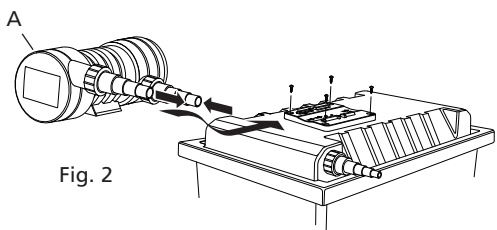
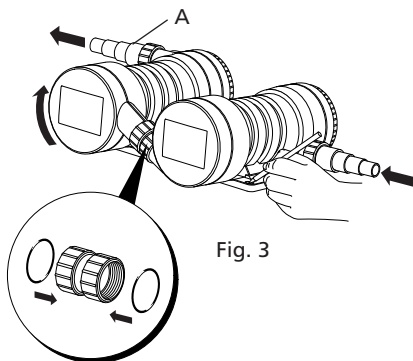

Fig. 2
Fig. 3
- 3.3 Aby zamontować urządzenie należy wpiąć wysuną podstawę z korpusu promiennika. Przy pomocy 4 odpowiednich wkrętów mocujących przysrubować podstawę do powierzchni montażowej (patrz rys. 2). Nasunąć ponownie korpus na podstawę. Modele łączone (Vorton 27000) wyposażone są w rurę łączącą (patrz rys. 3). W ilustrowanym przypadku należy przekreślić końce (jak przedstawiono na rysunku) i połączyć. Umieścić urządzenie w wybranym miejscu i używając ramek podstawy jako szablonu, zaznaczyć miejsce otworów.
- Oba końce urządzenia dają się łatwo obracać, co ułatwia podłączenie wody. Wylot (A) powinien znajdować się na górze, aby zapobiec gromadzeniu się powietrza wewnątrz urządzenia (patrz rys. 2 i 3).